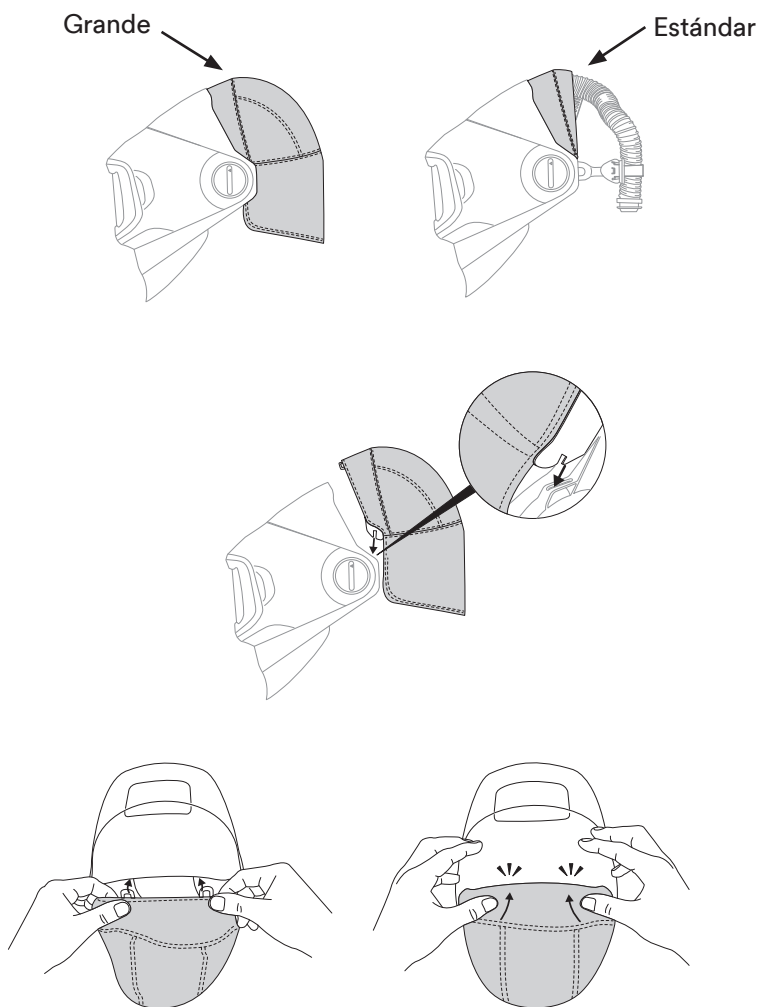

Fig. 17a
- b. Hay dos clips que se ubican en la parte superior de la cubierta para la cabeza. Insértelos en los clips del interior del casco para soldar. Un “clic” audible indicará que están en su lugar (Fig. 17a).
d. Vuelva a instalar la cubierta para la cabeza como se observó anteriormente en la Fig. 17a.